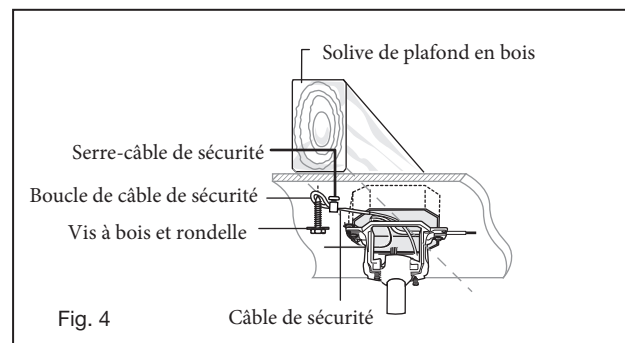

Fig. 4
- 3 Soulevez la boule / tige de suspension / ventilateur dans l'ouverture du support de suspension. REMARQUE: La languette opposée à l'ouverture du support de suspension doit s'insérer dans la fente de la boule. (Fig.4)